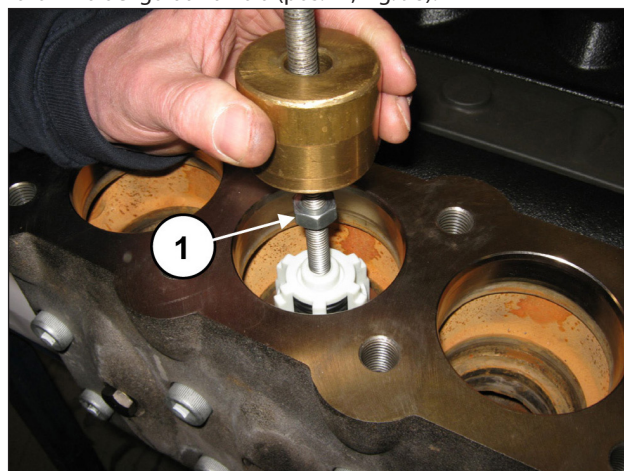

Fig. 98
Estrarre il gruppo valvola mandata mediante l'utilizzo di un estrattore a massa battente (cod. 27516400) da applicare al foro M10 del guida valvola (pos. ①, Fig. 98).